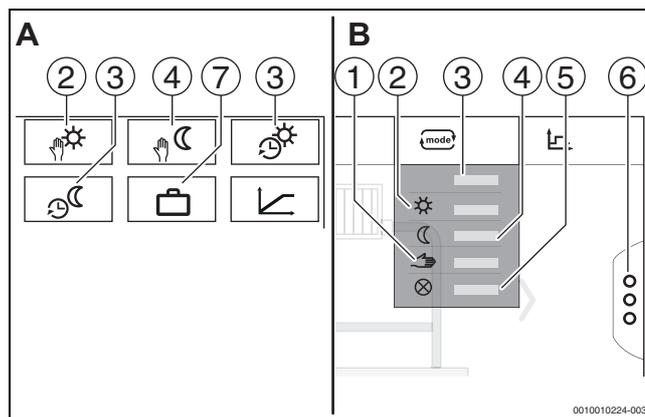
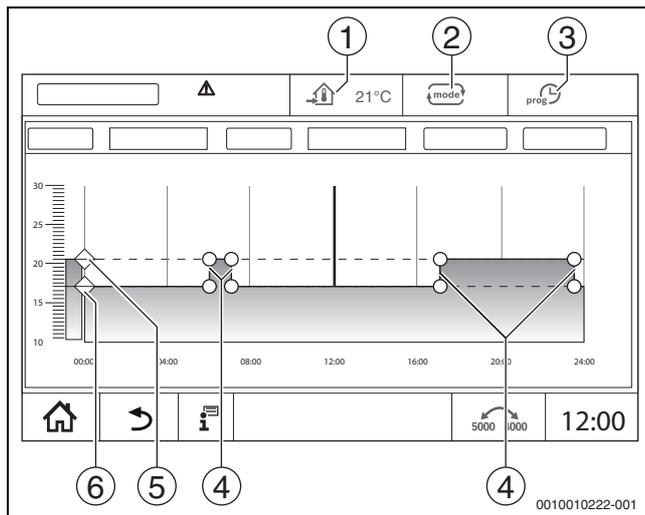

Fig. 40 Viste tipi di funzionamento
Fig. 41 Modificare Funzionamento in attenuazione automatico nel programma orario
Per i tipi di funzionamento (→ fig. 41, [2], pag. 67) e per le funzioni estese (→ fig. 40, [6], pag. 40) possono essere impostate temperature proprie e criteri di conversione propri. Le impostazioni possono essere effettuate separatamente per ogni singolo circuito di riscaldamento e per ogni tipo di funzionamento.
- **Esercizio di riscaldamento manuale** (→ fig. 40, [2])
- **Esercizio attenuato manuale** (→ fig. 40, [4])
- **Ferie** (→ fig. 40, [7])
Il **Funzionamento in riscaldamento automatico** si predefinisce con i parametri nel menu di servizio. I parametri possono essere modificati nel programma orario (→ fig. 41, [4], [5], pag. 67).
Il **Funzionamento in attenuazione automatico** si predefinisce con i parametri nel menu di servizio. I parametri possono essere modificati nel programma orario (→ fig. 41, [4], [6], pag. 67).
► Modificare le temperature spostando i punti (→ fig. 41, [5], [6]).